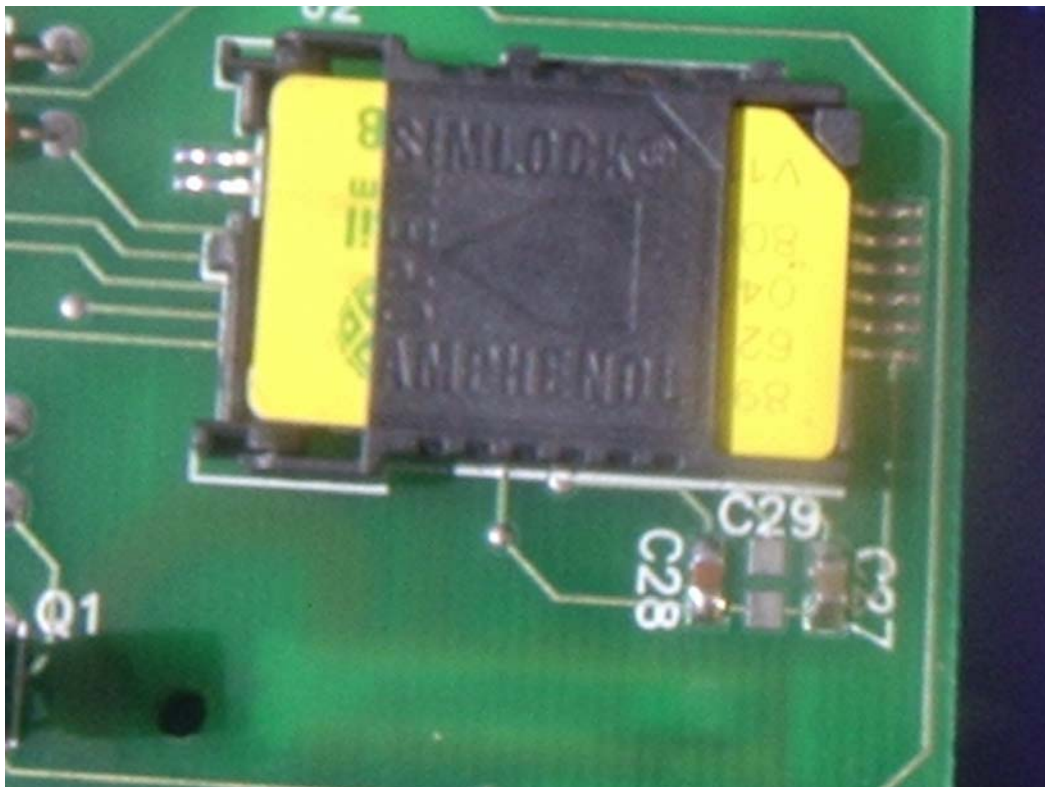

Figura 14 – maneira correta de encaixar o chip.
- Observe bem se o chip está bem encaixado e se está encaixado da maneira correta antes de ligar o módulo! (observe a **figura 14**)